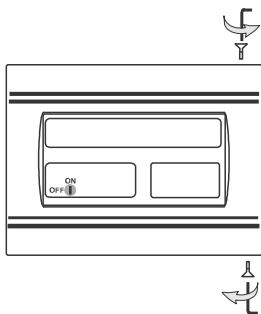

Figura 2.
- Svitare le 2 viti di fissaggio - Figura 2. Utilizzare la chiave a corredo (chiave esagonale N. 2).